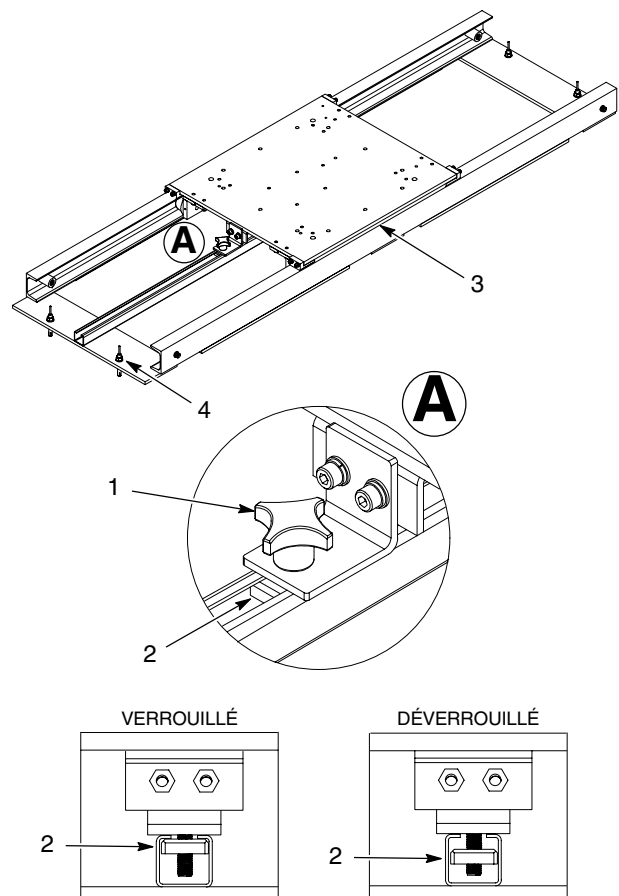
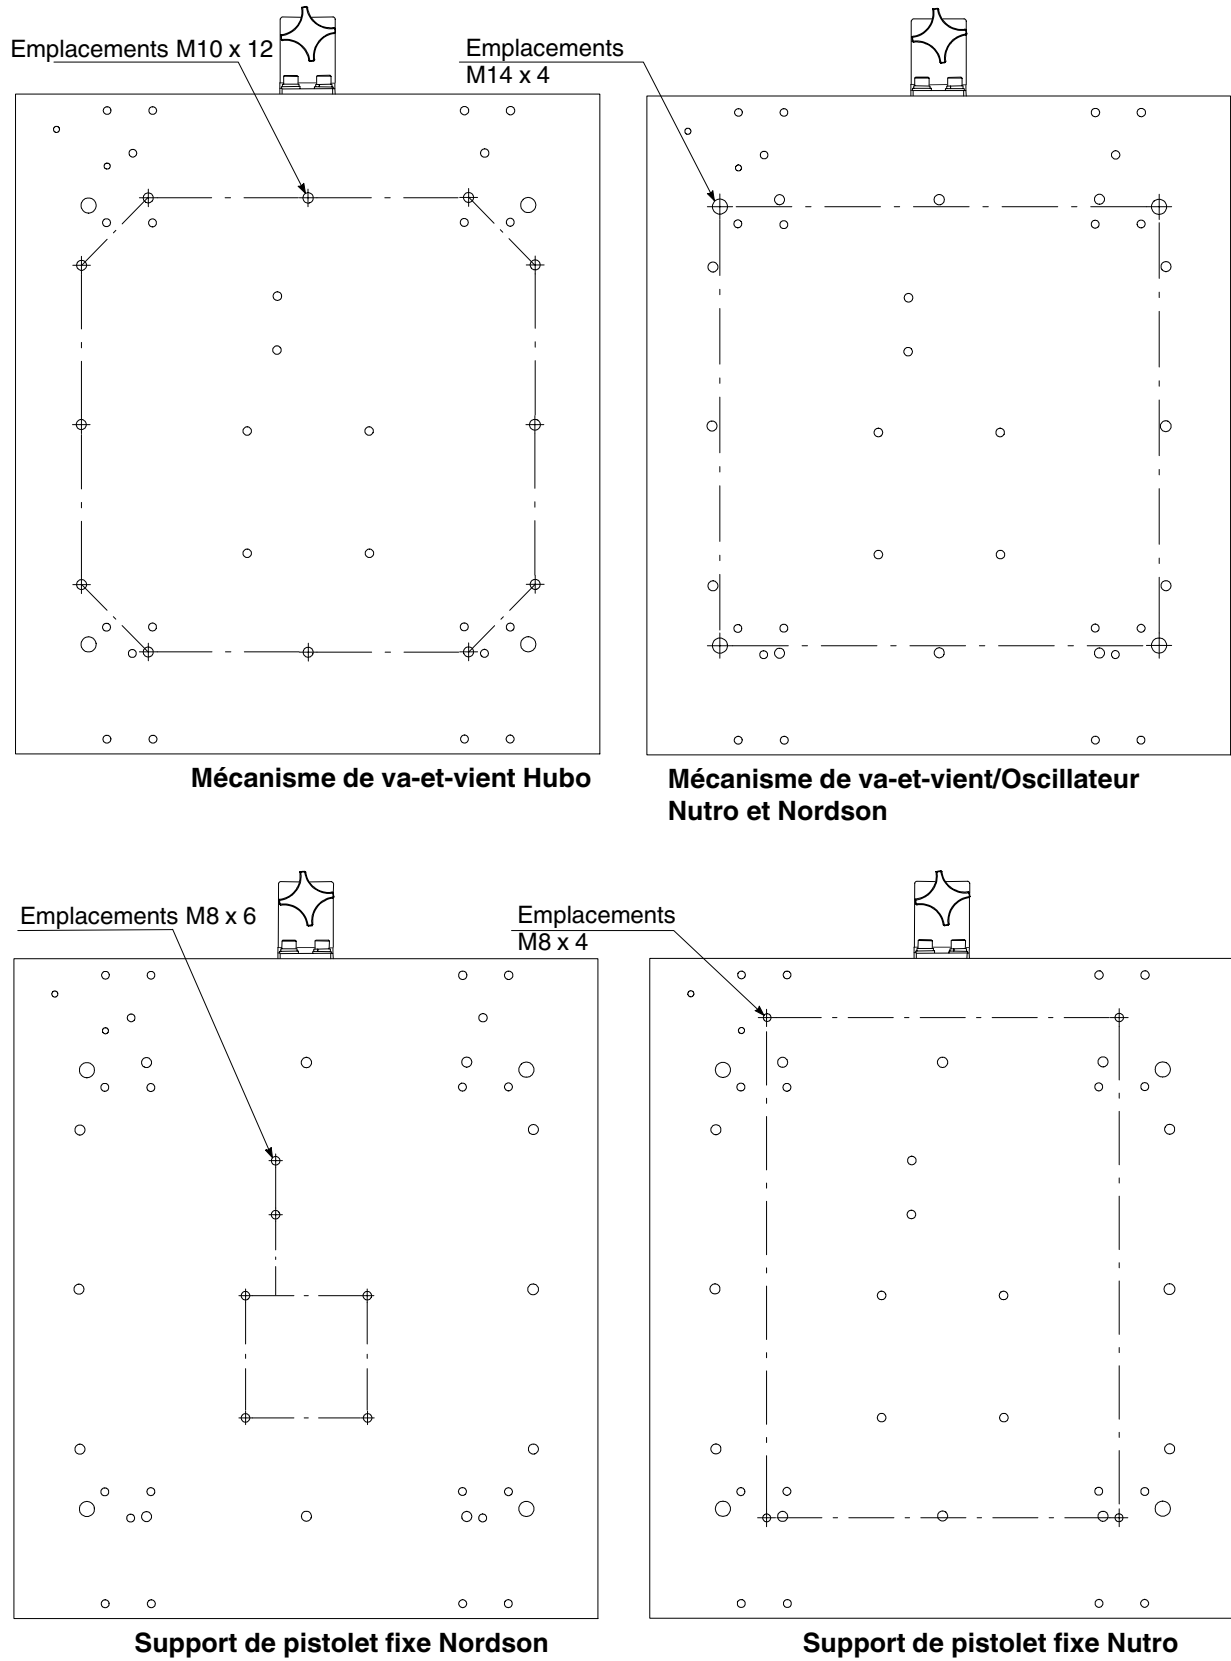

Figure 1 Installation du positionneur
Figure 2 Plans de perçage du chariot
Voir la figure 1. Le positionneur d'E/S horizontal manuel est conçu pour faire entrer un oscillateur vertical, un mécanisme de va-et-vient vertical ou un support de pistolet fixe dans une cabine de poudrage ou l'en faire sortir.
3. Voir la figure 1. Monter l'oscillateur ou le support de pistolet fixe sur le chariot (3) en utilisant les accessoires fournis. La figure 2 représente les plans de perçage du chariot pour les différents supports de pistolet fixes, oscillateurs et mécanismes de va-et-vient.
6. Fixer le positionneur au sol en utilisant les boulons d'ancrage (4).